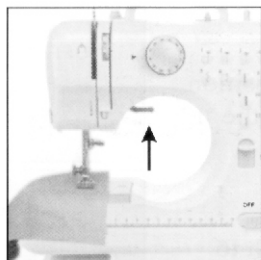

Fig. 7
1. Gire la rueda de mano del lado de la máquina de coser en sentido contrario al reloj para elevar la aguja a su posición más alta. Levante el pie prensatela con la palanca elevadora y coloque la tela que desee coser debajo del pie prensatela (Fig.7).